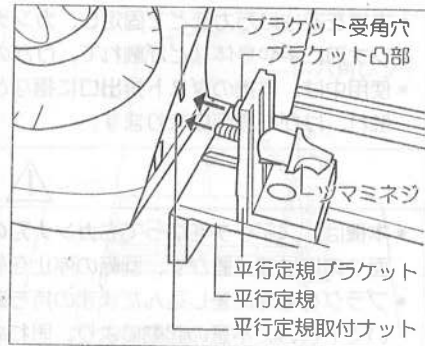

図10
- ①両側面で定盤の上にある平行定規取付けナットに、平行定規ブラケットツマミねじを合わせて締めます。(図10参照)
- ②平行定規ブラケット受角穴に、平行定規ブラケット凸部を合わせてツマミねじを確実に締込んで下さい。(図10参照)